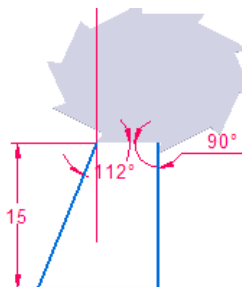

图 8.3.13 编辑草图
(4) 定义弯边尺寸。单击“轮廓步骤”按钮 ，编辑草图尺寸如图 8.3.13 所示，单击 按钮，退出草图绘制环境。